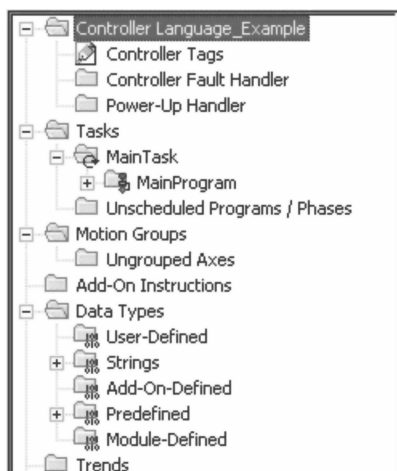

图 13-1 项目列表
3. 双击 Z_A7_Base_PIE_CLX.ACD 文件，以在 RSLogix 5000 中启动该项目，如图 13-1 所示。